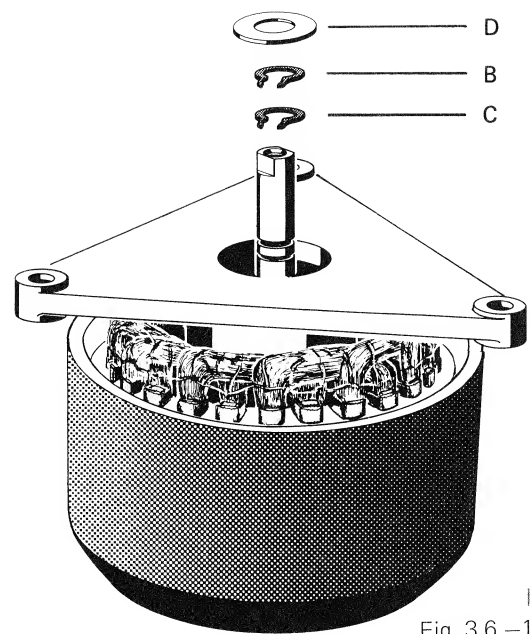

Fig. 3.6.-1
3.6. Wickelmotoren Lager auswechseln (Fig. 3.6.-1)
3.6. Replacing the spooling motor bearings (fig. 3.6.-1)